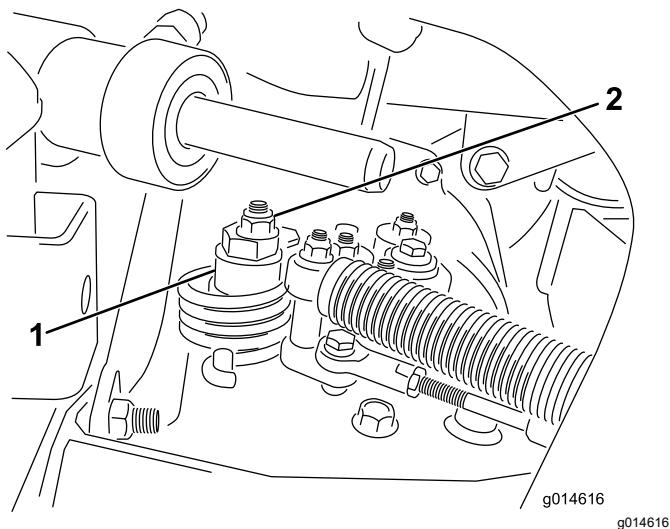

Figura 37
A. Allentate il dado che fissa l'eccentrico alla parte superiore dell'igrostatato (Figura 37).
C. Fate girare l'eccentrico finché non riscontrate movimenti in alcuna direzione. Quando la ruota cessa di girare, serrate il dado di bloccaggio dell'eccentrico per mantenere la messa a punto (Figura 37). Verificate la regolazione portando l'acceleratore in posizione di MINIMA e MASSIMA.